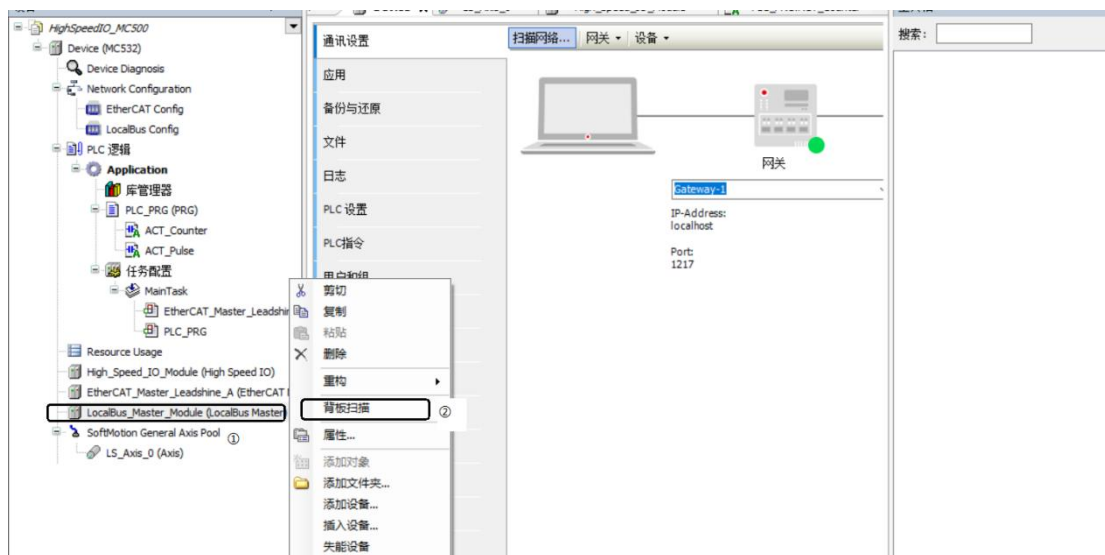

图 11.8 PLC 本体背板扫描
- ① 在设备树中，鼠标右键选择“Local_Master_Module”；
- ② 左键单击“背板扫描”如图 11.8 所示。